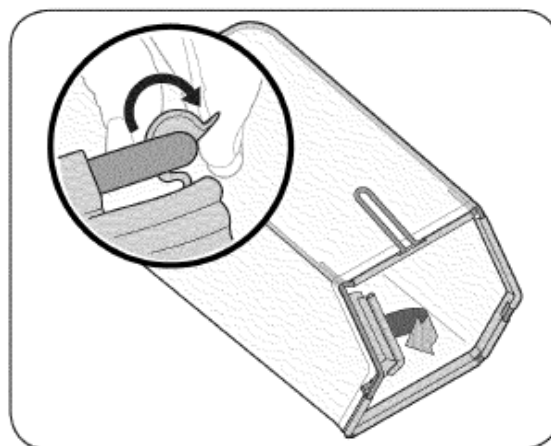

РИС. 7
- В. Натяните контейнер на рамку до защелкивания защелок на рамке (см. Рис. 7).